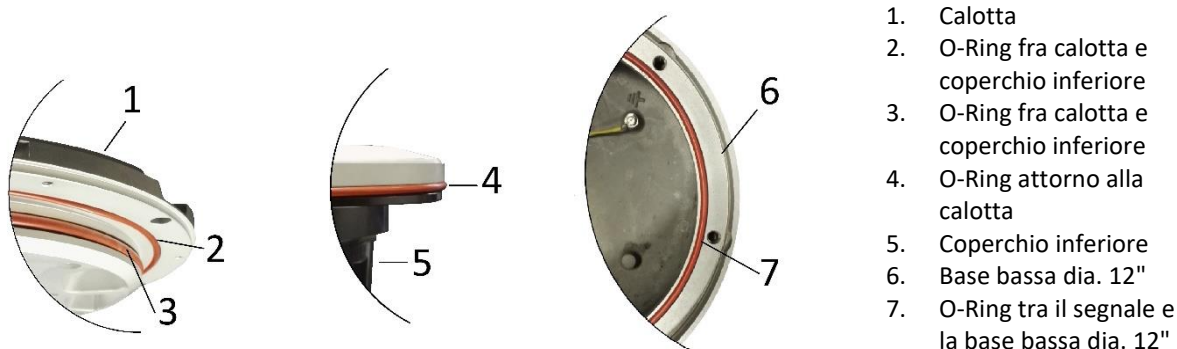

Figura 22– Guarnizioni del segnale
- due guarnizioni O-Ring fra calotta e coperchio inferiore (Figura 22- n°2 e 3);
- una guarnizione O-Ring attorno alla calotta (Figura 22- n°3);
- una guarnizione O-Ring fra il segnale e la base bassa dia. 12" (Figura 22- n°7);